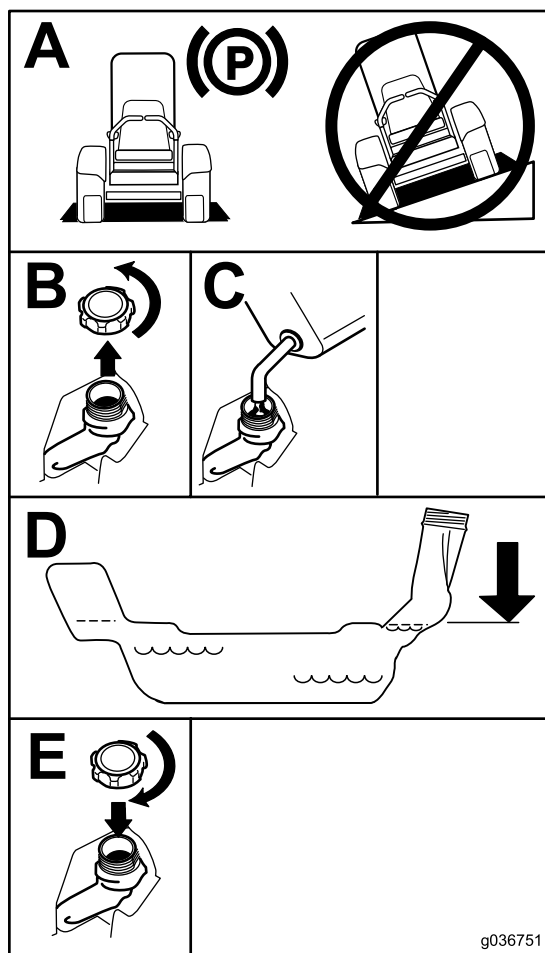

Figura 10
5. Llene el depósito de combustible hasta la parte inferior del cuello de llenado (Figura 10).